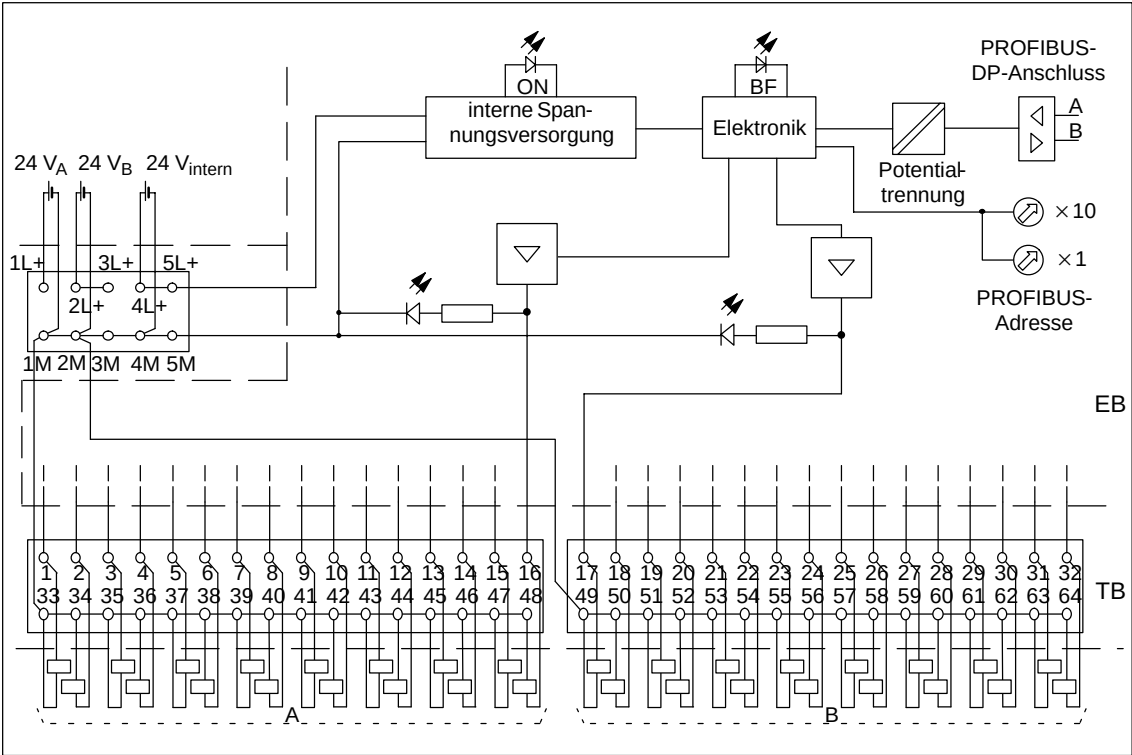

Bild 8-8      Prinzipschaltbild für Elektronikblock L 32 DO DC 24 V/0,5 A
**Prinzipschaltbild**      Bild 8-8 zeigt das Prinzipschaltbild.